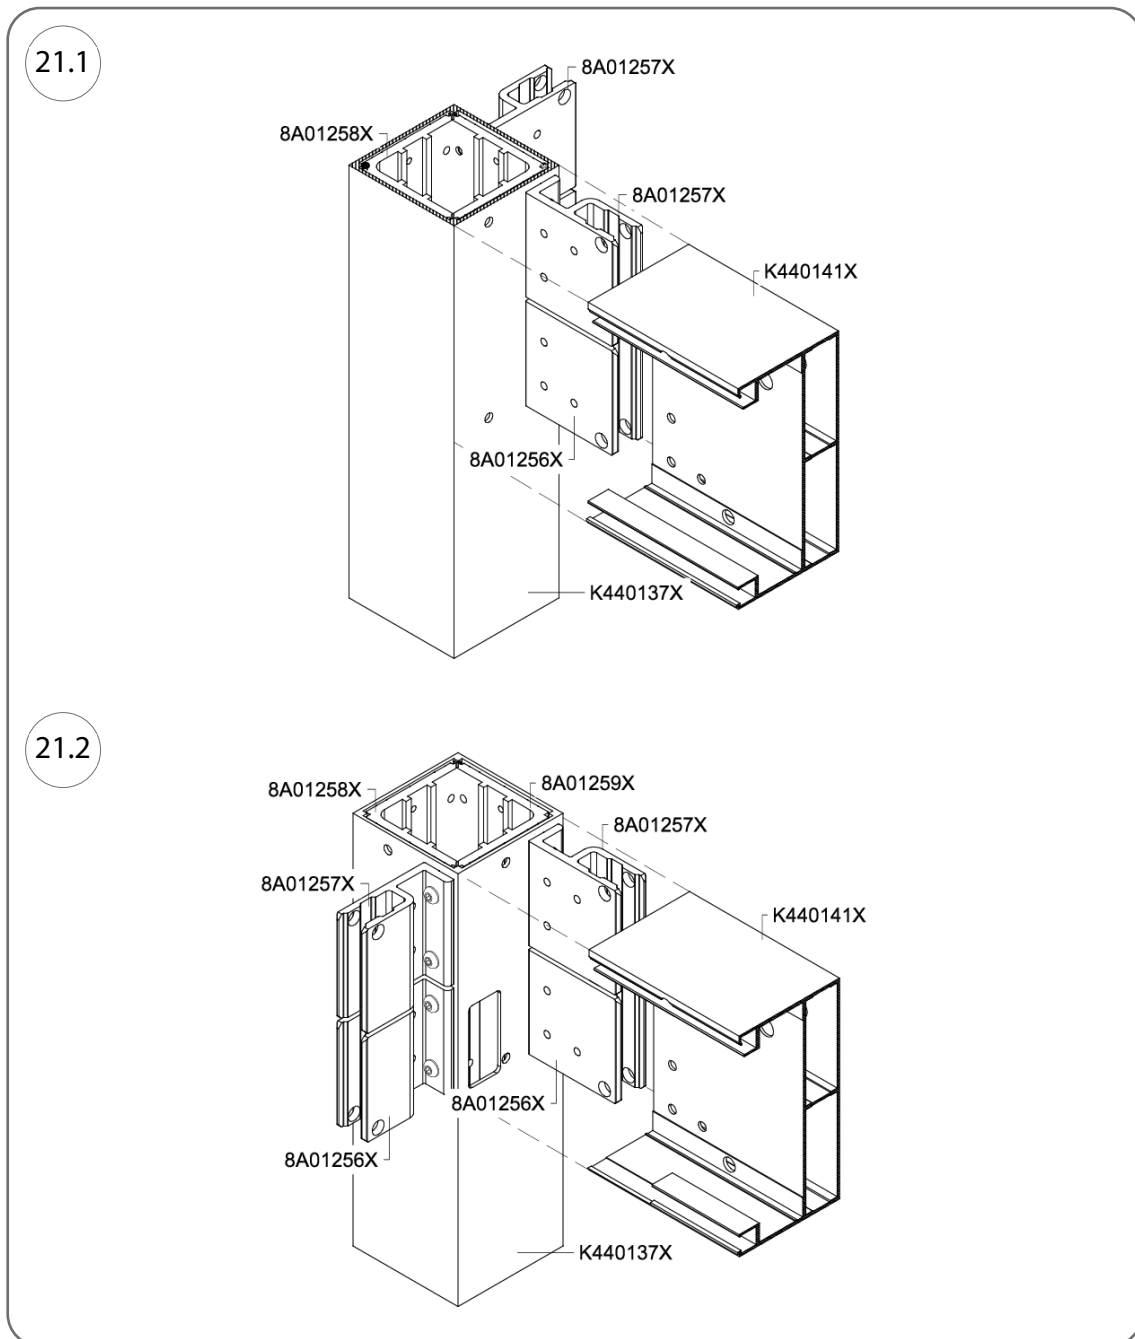

Fig. 21
1. Placez les pannes sur les fixations mises en place conformément aux fig. 21, 22 et 23 pour les relier aux poteaux.